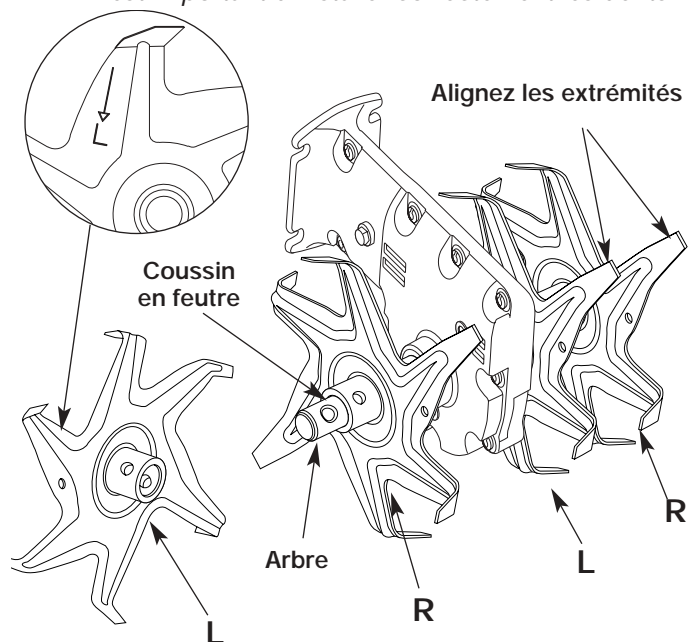

Figure 20
7. Assurez-vous que les extrémités des dents sont alignées dans le même sens avant de replacer les axes à épaulement et leurs fixations (Fig. 20).